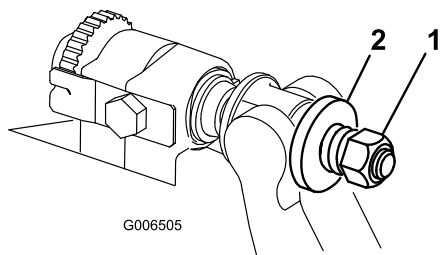

Figura 20
6. Apriete la tuerca de tensado del muelle hasta que el muelle esté comprimido del todo, luego aflójela 1/2 vuelta (Figura 20).